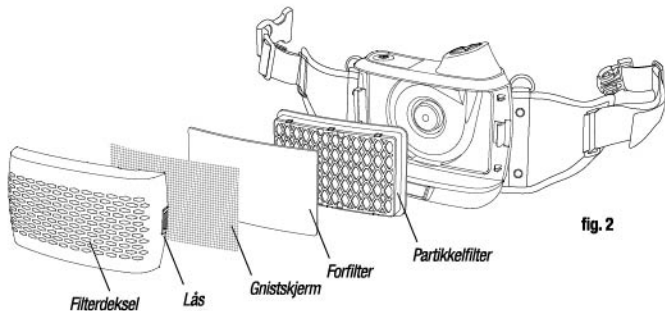

fig. 2
- Installer partikkelfilteret i henhold til fig. 2.